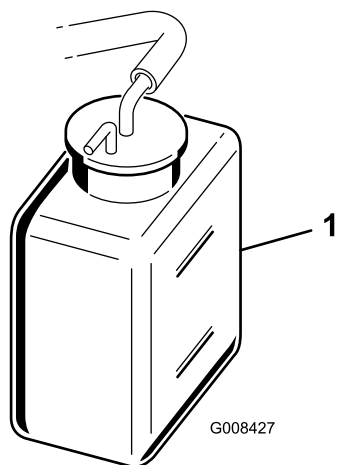

Figura 48
2. Verificați nivelul lichidului de răcire (Figura 47 i Figura 48).